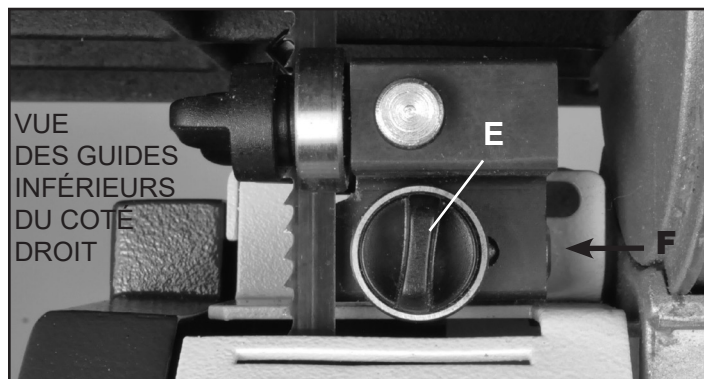

FIGURE 27
4. Ajustez le roulement à bille de guidage à l'arrière pour qu'il soit tout juste dégagé de l'arrière de la lame de scie. Relâchez la poignée de verrouillage du guide (#49), (FIG. 27, E) et déplacez le guide arrière vers la lame avec la poignée de verrouillage ou en poussant l'extrémité de l'axe du guide arrière (#53, F). Resserrez ensuite la poignée.